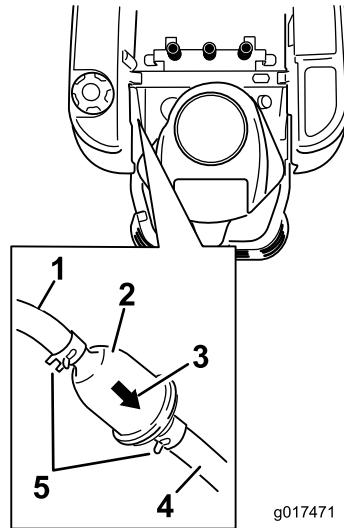

Figura 45
3. Localice el filtro de combustible en el lado izquierdo del motor, según se muestra en Figura 45.
4. Apriete los extremos de las abrazaderas y deslícelas por el tubo alejándolas del filtro (Figura 45).
6. Instale un filtro nuevo — la flecha que indica el sentido de flujo debe apuntar hacia el motor. Acerque las abrazaderas al filtro (Figura 45) para sujetar éste.